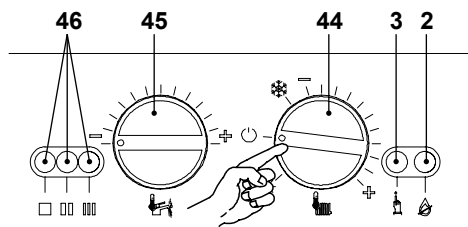
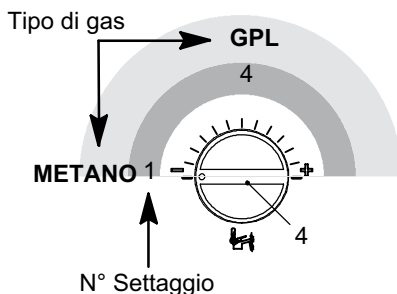

Figura 8.2
Figura 8.5
- Ruotare il selettore di funzione 44 come in Figura 8.2
- Posizionare il selettore 44 come indicato in Figura 8.2; la lampada di segnalazione 46 lampeggia ad intermittenza circa ogni 4 secondi.
- Tenere premuto il pulsante di ripristino 3 in Figura 8.2 per circa 10 secondi, la lampada di blocco 2 in Figura 8.2 inizierà a lampeggiare.
- Premere il pulsante di ripristino 3 in Figura 8.2 tante volte (4 volte) fino alla visualizzazione delle spie di segnalazione 46 in Figura 8.2 come in Figura 8.4 (leggenda spie pag. 44).
Per visualizzare il settaggio impostato tenere premuto il pulsante di ripristino 3 in Figura 8.2 per circa 5 secondi. Le spiedi segnalazione 46 in Figura 8.2 lampeggeranno un numero di volte pari al settaggio (Figura 8.5).
- Per cambiare il settaggio ruotare la manopola regolazione temperatura sanitari 45 in Figura 8.2 e posizionarla per il tipo di gas prescelto Figura 8.5 (nella figura es. manopola settata per gas Metano), la lampada di segnalazione blocco 2 in Figura 8.2 lampeggia velocemente.
- Per memorizzare il settaggio premere il pulsante di ripristino 3 in Figura 8.2 per circa 5 secondi, le spie di segnalazione 46 in Figura 8.2 lampeggiano tutte quante simultaneamente come in Figura 8.7 (legenda spie pag. 44).